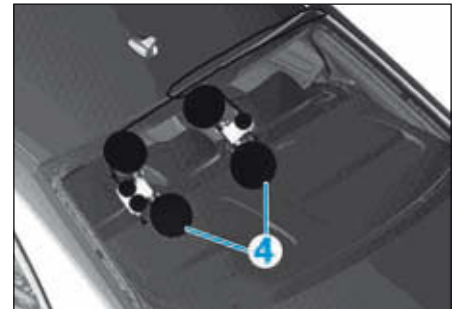

FIG.31
- Déplacer l'enrouleur (4) au-delà du milieu de la glace et du premier enrouleur et dégager la glace complètement au niveau de son bord supérieur (Fig.31).